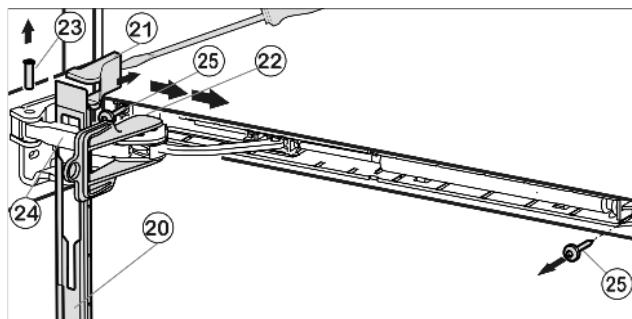

Fig. 10
- ▶ Сдвиньте накладку над амортизационной скобой Fig. 10 (24) в направлении устройства вперед.
- ▶ Зафиксируйте предохранитель Fig. 10 (22) в продольном пазе.
- ▶ Поденьте крышку Fig. 10 (21) отверткой с внешней стороны и снимите в направлении наружу.
- ▶ Выдавите палец Fig. 10 (23) снизу.
- ▶ Нажмите амортизационную скобу Fig. 10 (24) в направлении дверцы.
- ▶ Снимите накладку Fig. 10 (20).
- ▶ Открутите весь узел амортизатора закрывания дверцы (2 шт. Torx® 15) Fig. 10 (25).